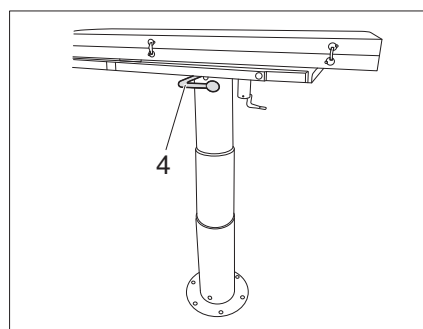

Fig. 118 Tavolo ribaltabile, abbassabile
- Sbloccare la leva (Fig. 118,4) per l'abbassamento del tavolo e spingere il tavolo verso il basso.